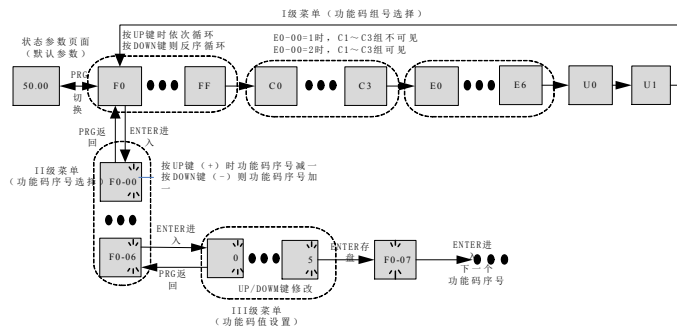

图 4-2. 三级菜单操作流程圖
GRE630 (S) 变频器功能码参数采用三级菜单结构, 可通过操作面板进行参数查看与修改。三级菜单分别为: 功能参数组 (I 级菜单) → 功能码 (II 级菜单) → 功能码设定值 (III 级菜单)。操作流程如图 4-2 所示, 在状态参数界面时, 可通过 “》” 键, 查看不同状态参数。